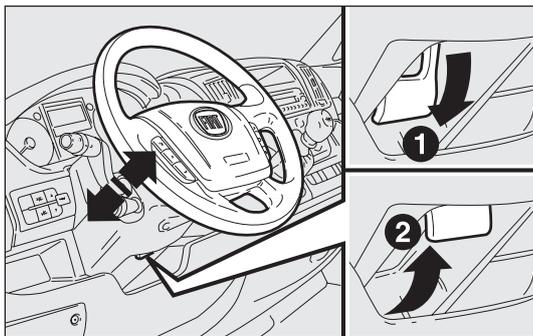

fig. 39
- sbloccare la leva fig. 39 tirandola verso il volante (posizione 2);